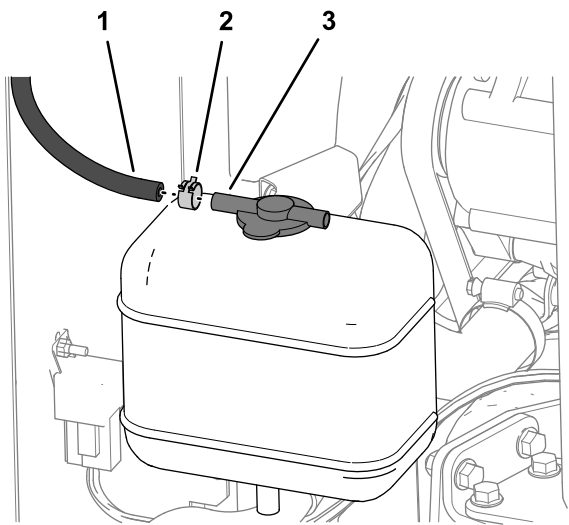

Figura 54
2. Ensamble la manguera de 8 x 254 mm en la espiga de la manguera más larga del tapón del depósito de refrigerante con una abrazadera pequeña (Figura 54).
1. Alinee la cubierta de la consola sobre la consola de control y baje la cubierta (Figura 54).